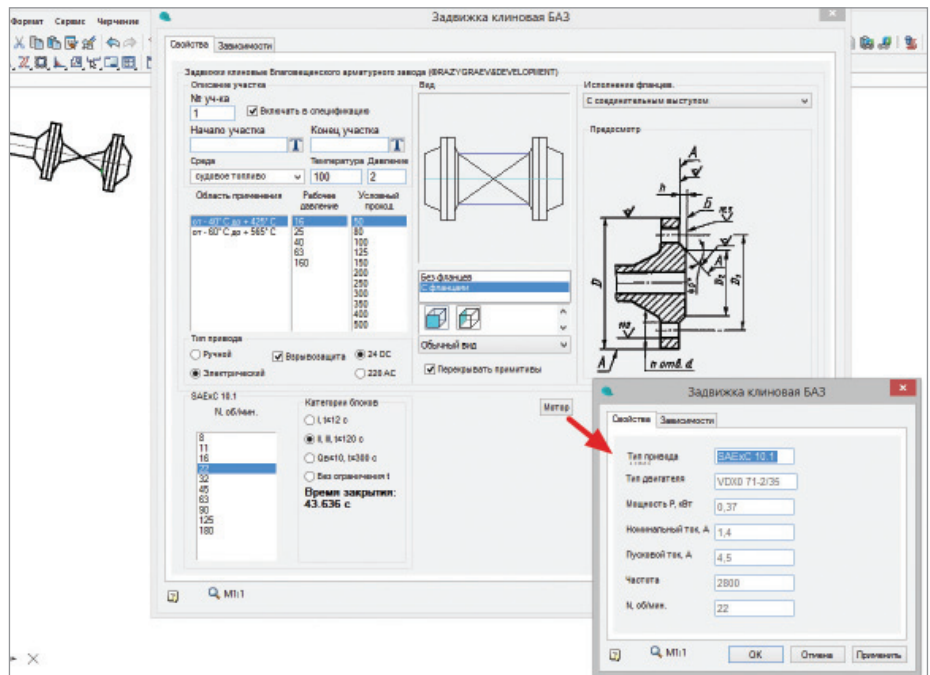

Рис. 1
- параметрическим объектам можно задавать практически неограниченное количество взаимозависимых параметров, видимостей — как внутри самого параметрического объекта, так и связей с другими объектами на чертеже (рис. 1). Основным ограничителем тут служит фантазия разработчика;